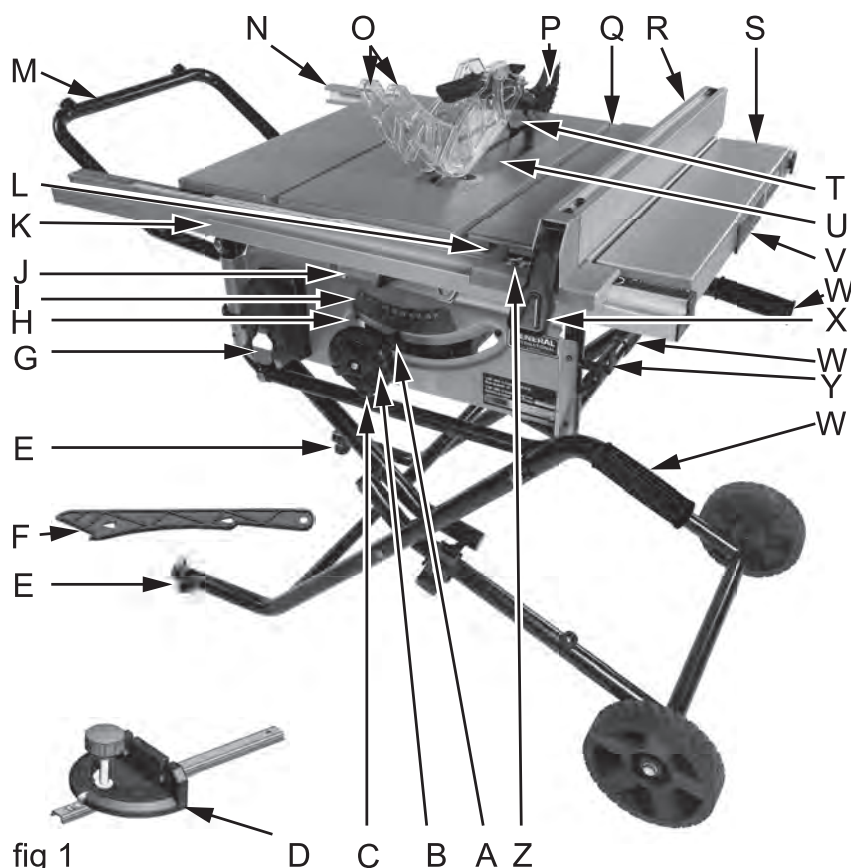

fig 1
- Avant de commencer, assurez-vous que la poignée de la manivelle est installée à l'avant de la manivelle pour vous donner un contrôle plus précis. Attachez la poignée (A, figure 1) sur le volant (Y, fig 1) à l'avant de la scie.
2. Assurez-vous que le levier de blocage de l'inclinaison de la lame (X, fig 1) est bien serré.
3. Retirer l'insertion de la lame sur la de table (J, fig. 1).